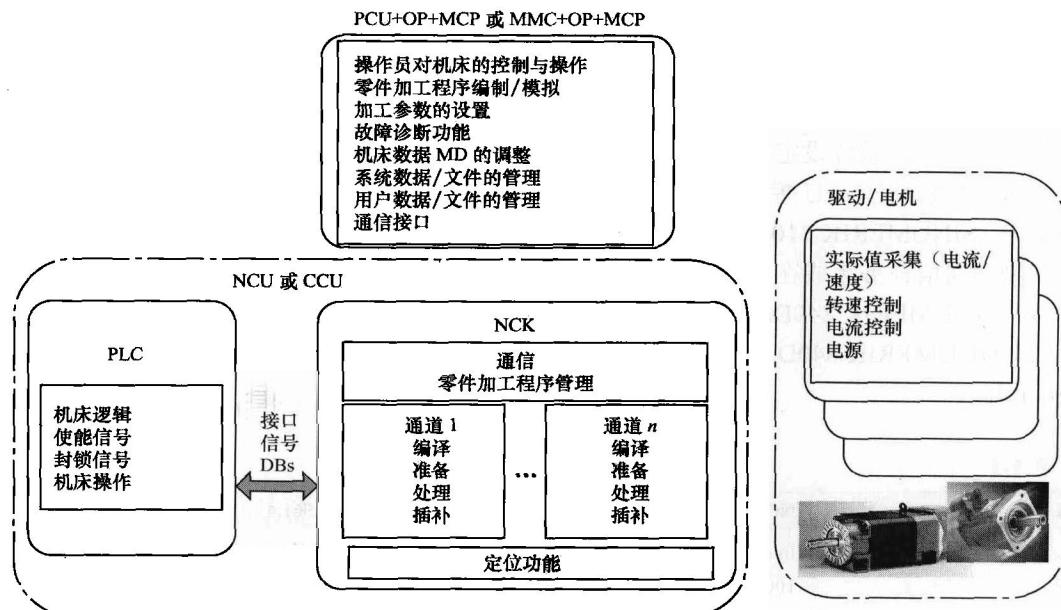

图 1-1 SINUMERIK 840D/810D power line 系统各部件功能图
- (1) SINUMERIK 840D/810D power line 系统各部件的功能图（如图 1-1 所示）
- (2) SINUMERIK 840D 各阶段各版本使用的 CPU 芯片类型及 S7-300 兼容类型表（如表 1-1 所示）